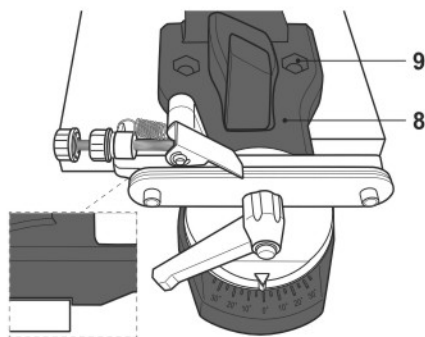

Fig. 4
- > Alinhe a placa de base (8) com a extremidade da bancada de trabalho (ou a uma superfície firme e nivelada similar) (Fig. 4). Assegure-se de que as linguetas do batente por baixo da placa de base (8) estão alinhadas com a extremidade.
- > Com um lápis, marque o padrão de orifícios da placa de base (8) para a superfície.
- > Monte a placa de base (8) na superfície com ferragens adequadas (porcas e parafusos M10, não fornecidos).